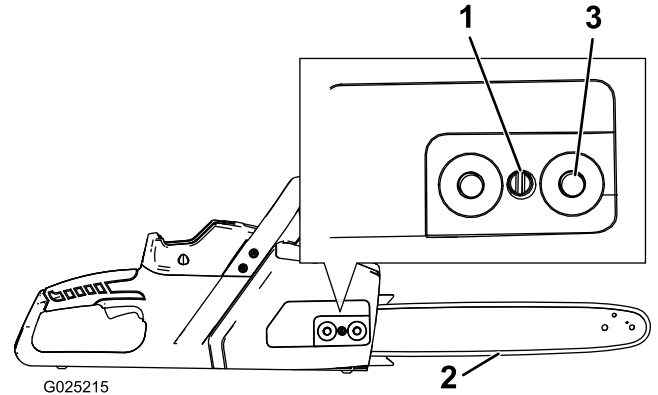

Figura 29
Nota: La cadena debe moverse de forma fluida alrededor de la espada de la cuchilla cuando se tira de ella de forma manual, y debe permanecer en contacto con el parte inferior de la espada (Figura 29).
2. Afloje las 2 tuercas de la tapa sin sacar la tapa (Figura 29).
5. Apriete las 2 tuercas (Figura 29).